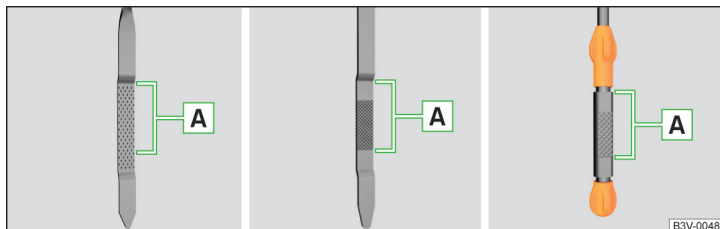

Abb. 318 Ölmessstabvarianten
Der Ölstand muss im Bereich **A** liegen » Abb. 318. Liegt der Ölstand unterhalb des Bereichs **A**, das Öl nachfüllen.
- Der Ölstand darf keinesfalls außerhalb des Bereichs **A** liegen » Abb. 318 - anderenfalls besteht die Gefahr der Beschädigung des Motors sowie der Abgasanlage.